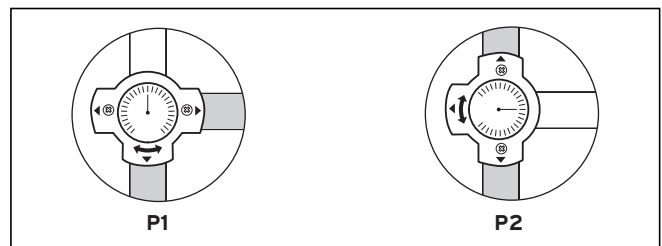

Abb. 3.2. Stellungen Drei-Wege-Ventil Befülleinrichtung
- Stellen Sie das Drei-Wege-Ventil (11) in die Stellung (P2) „Verbindung Pumpe zu Bypass“ (siehe Abb. 3.2).
- Schalten Sie die Befüllpumpe (13) ein und lassen Sie die Flüssigkeit einige Minuten im Kreis fördern. Dadurch füllt sich die Befüllpumpe (Kreispumpe) mit Vaillant Solarflüssigkeit.
- Drehen Sie das Drei-Wege-Ventil **(11)** an der Befülleinrichtung in die Position **(P1)** „Verbindung Pumpe zu Druckschlauch“ (siehe Abb. 3.2). Beobachten Sie dabei den Flüssigkeitsstand im Solarflüssigkeitsbehälter.
- Stellen Sie das Drei-Wege-Ventil **(11)** zurück in die Stellung **(P2)** „Verbindung Pumpe zu Bypass“ (siehe Abb. 3.2).
- Öffnen Sie den oberen KFE-Hahn (1) der Solarstation. Der KFE-Hahn (7) bleibt geschlossen.
- Stellen Sie das Drei-Wege-Ventil (11) in die Position (P1) „Verbindung Pumpe zu Druckschlauch“ (siehe Abb. 3.2).
- Lassen Sie die Befüllpumpe so lange eingeschaltet, bis der gewünschte Anlagendruck am Manometer (6) angezeigt wird.
- Schließen Sie dann den KFE-Hahn (1) und schalten Sie anschließend sofort auch die Befüllpumpe (13) aus.